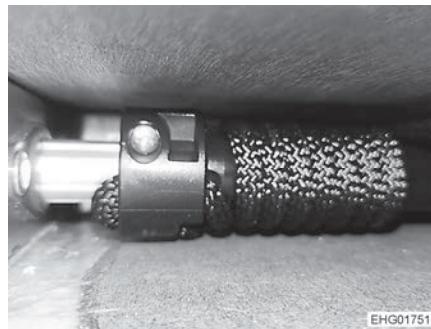

Bild 114 Seilwicklung
- Matratze entfernen und prüfen, ob die Seilwicklung unter der weißen Abdeckplatte so aussieht, wie auf der Abbildung gezeigt (Bild 114). Dazu ggf. eine Taschenlampe verwenden. Das Entfernen der Abdeckung ist nicht nötig.
- Von der linken und von der rechten Seite kontrollieren, ob die Wicklung so aussieht wie auf dem Foto (Bild 114) und ob sich das Bett gleichmäßig angehoben hat.